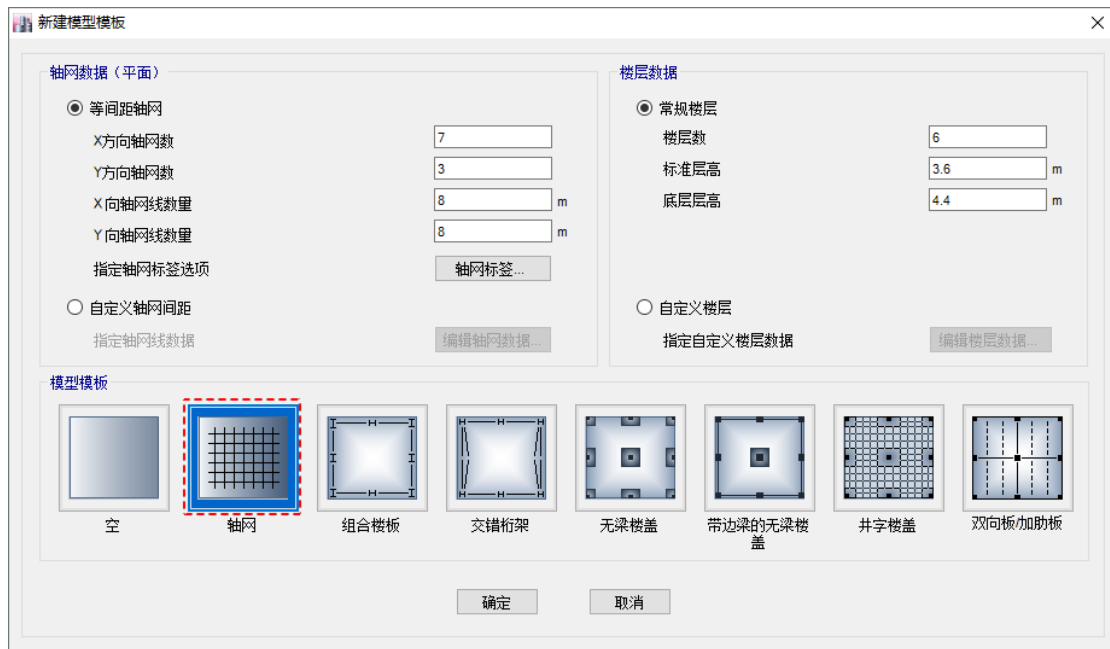

图 1-2 新建模型模板对话框
4. 点击**确定**按钮，弹出**新建模型模板**对话框，如图 1-2 所示：